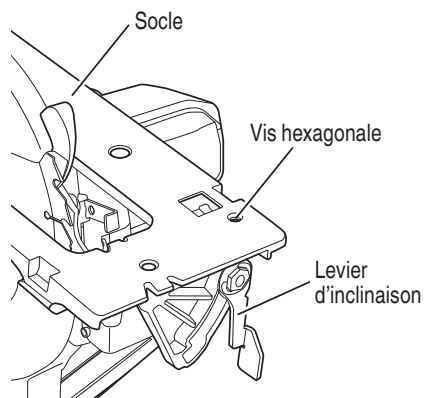

Fig. 24
3. Réglage de l'angle en biseau 90° (0°) (Fig. 24)